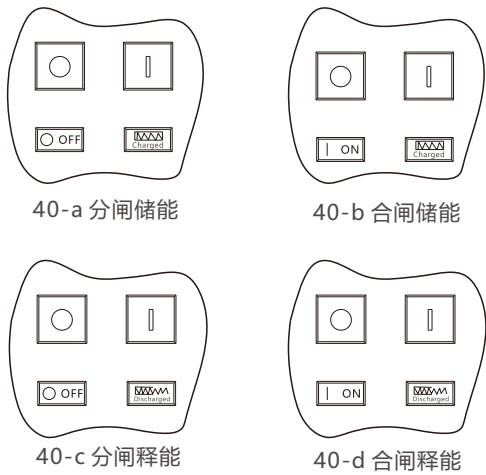

图40 断路器状态指示
7.5.2.1 手动储能：储能时，如图40所示将储能手柄上下反复扳动6~7次，直到听到“咔嚓”声，当手感觉不到反力，储能指示同时显示“Charged”，储能结束。